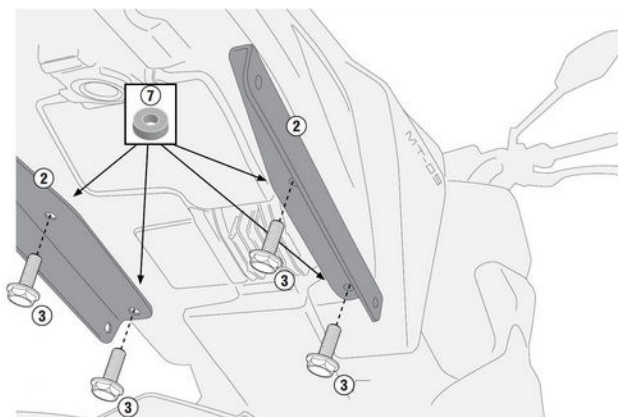

図 5
1. 純正サイドカバー（左右）の開口部に⑦スペーサー（左右各 2 ヶ）をあてがい、③フランジ付き六角ボルト（左右各 2 ヶ）を使用して、組み付け向きに注意しながら②サポート（左右）を車体に仮組みします。（図 5 参照）